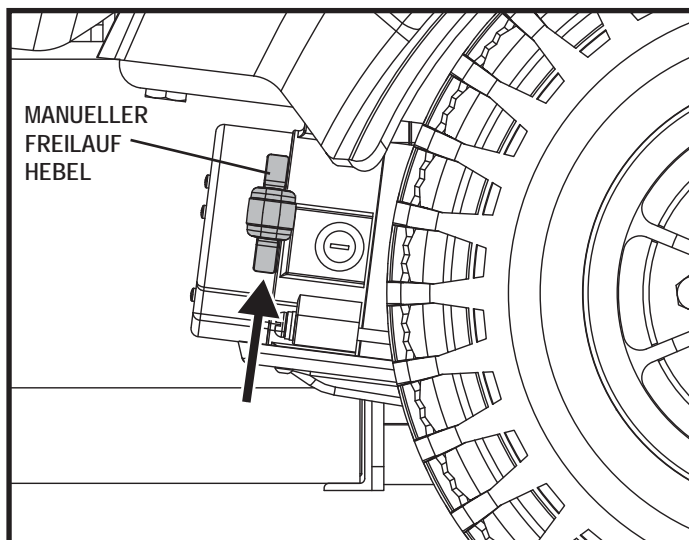

Abb. 5. Freilauf (Antrieb ausgekuppelt)
2. Beide manuellen Freilaufhebel hochziehen, um in den Fahrmodus zu gelangen (Antriebsmotoren eingekuppelt). **Siehe Abb. 5.**